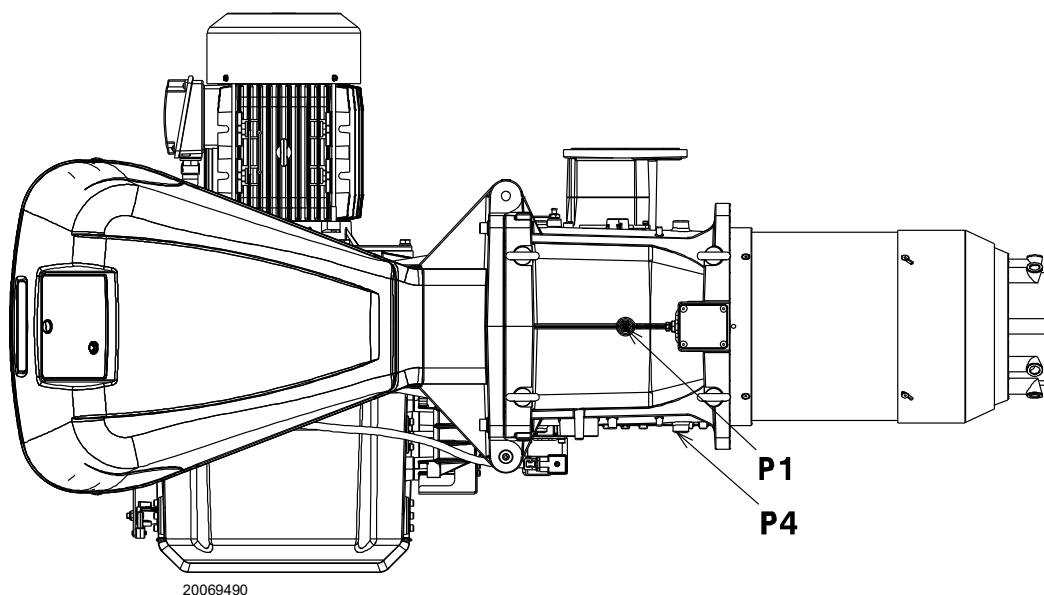

Рис. 23
Давление газа, измеренное на штуцере P1)(Рис. 23), с:
- вычитите из давления газа на штуцере P1(Рис. 23) давление в камере сгорания.
Давление газа на штуцере P1)(Рис. 23) = 58,1 мбара
Для того, чтобы узнать давление газа, необходимое на штуцере P1)(Рис. 23), определив МАКС. мощность, при которой должна работать горелка:
- Посмотрите справа в столбце 1 давление на штуцере P1)(Рис. 23).
необходимое давление на штуцере P1)(Рис. 23).